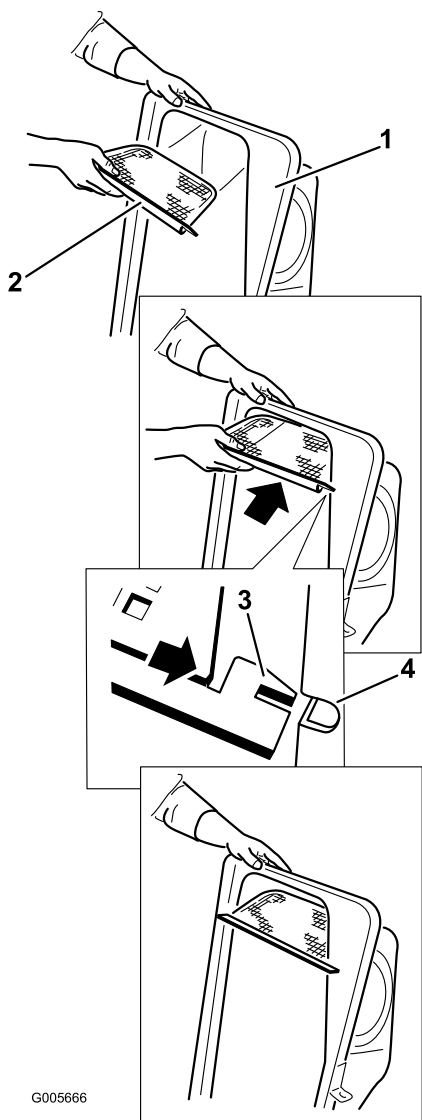

Figura 10
2. Postavite mrežicu kako je prikazano na Figura 10 da ima nagib naniže prema vrećama za sakupljanje trave.